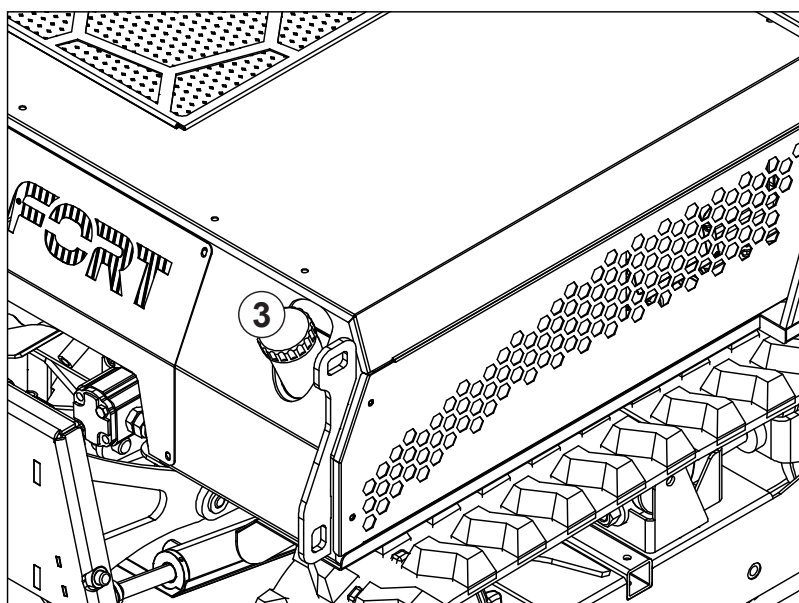

Abb. 19
- Das Auftanken sollte über den Einfüllstutzen erfolgen (Pos. 3, Abb. 19).